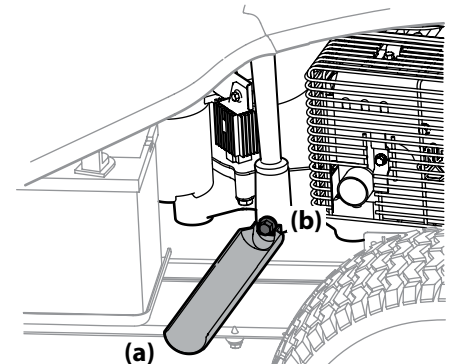
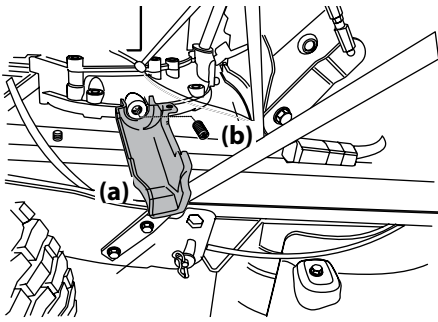

Figura 4-4
Figura 4-5
5. Encaje a presión el extremo pequeño del manguito de drenaje de aceite (a) en el espacio previsto alrededor del tapón de drenaje de aceite (b). Consulte la Figura 4-4 o la Figura 4-5 para los dos posibles manguitos de drenaje de aceite y consulte la imagen correspondiente para su cortacésped.